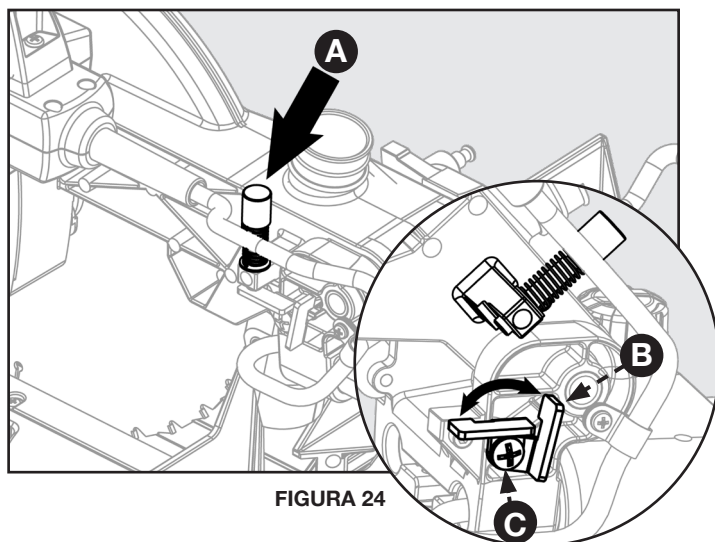

FIGURA 24
**Consulte la Figura 24 y siga estas instrucciones para establecer el tope de profundidad en una profundidad de corte específica:** utilice un destornillador Phillips para aflojar el tornillo (C) y, a continuación, gire el soporte del tope (B) hacia la izquierda para llegar a la posición hacia abajo. Asegúrese de volver a apretar el tornillo (C). La profundidad de corte ahora puede ajustarse girando el tornillo de ajuste de profundidad (A).
**Consulte la Figura 24 y siga estas instrucciones para realizar un corte pasante:** utilice un destornillador Phillips para aflojar el tornillo (C) y, a continuación, gire el soporte del tope (B) hacia la derecha para llegar a la posición hacia arriba. Asegúrese de volver a apretar el tornillo (C).